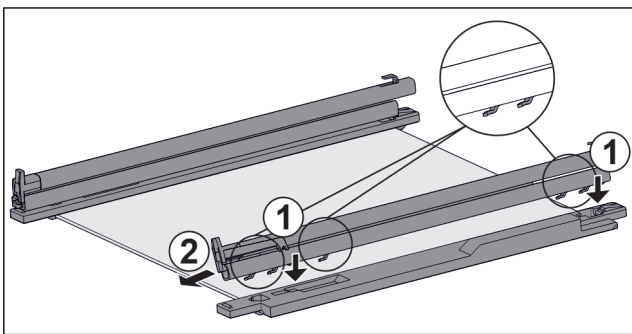

Fig. 125 Glasplatte mit Schienen und Halteteilen
- ▶ Haken der Schiene auf die Öffnungen des **linken** Halteteils setzen. Fig. 125 (1)
- ▶ Schiene nach vorne ziehen. Fig. 125 (2)
- ▶ Haken der Schiene auf die Öffnungen des **rechten** Halteteils setzen. Fig. 125 (1)